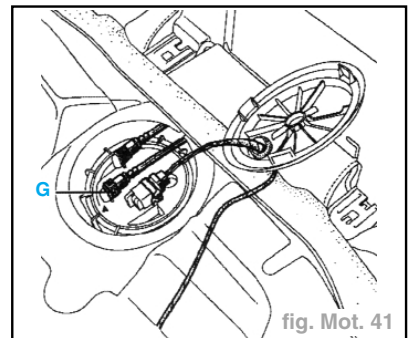

fig. Mot. 41
- Débrancher le conduit (**G**) de carburant au réservoir (fig. Mot. 41).